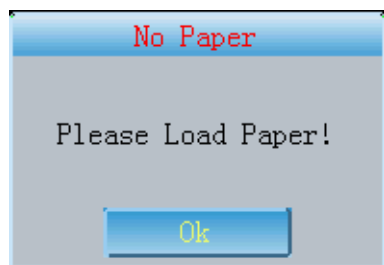

Figura 6-2 Avviso per mancanza di carta
6.1.3 Se la carta termica termina durante una stampa, il dispositivo arresterà la stampa automaticamente e lo schermo mostrerà un avviso, ad indicare la mancanza di carta, come mostrato in Figura 6-2.